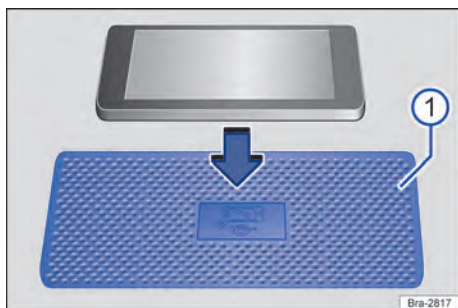

Abb. 145 Ablagefläche mit Einlegematte für die induktive Ladestation (Prinzipdarstellung).
Bei einigen Fahrzeugen hat die Einlegematte ein Telefonsymbol, das die Mittenposition der induktiven Ladestation kennzeichnet → Abb. 145 ①. Das Symbol auf der Einlegematte kann bei einigen Fahrzeugen anders aussehen.